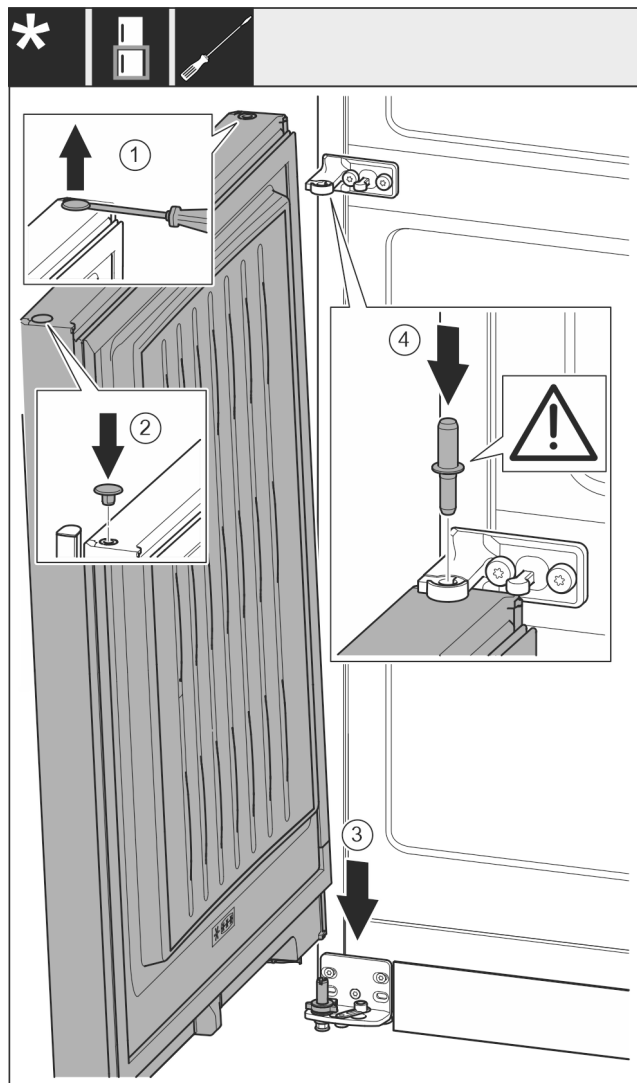

Fig. 17
- ▶ Zátku opatrně nadzvedněte plochým šroubovákem a vytáhněte. Fig. 17 (1)
- ▶ Zátku opět vložte na druhé straně dveří. Fig. 17 (2)
- ▶ Dveře nasadte shora na dolní ložiskový čep. Fig. 17 (3)
- ▶ Prostřední ložiskový čep vložte do dolních dveří přes prostřední stojan ložiska. Přitom dávejte pozor, aby zajišťovací vačka směřovala dozadu. Fig. 17 (4)